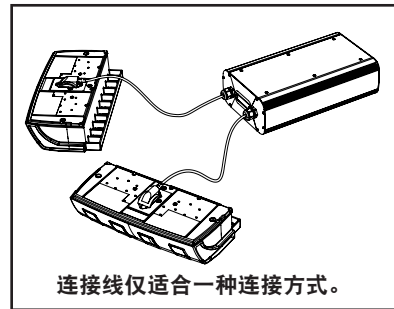

图 2
3. 将充电器的连接线插入两个电池的接线端。(连接线的設計仅适合一种连接方式。请参见图2。)